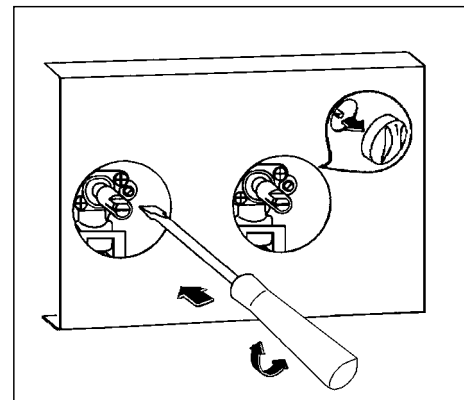

fig.11
4. Dévissez ou vissez la vis pointeau (qui se trouve à droite de l'axe du robinet fig. 11) jusqu'à l'obtention d'une flamme très courte mais stable pour le gaz naturel. Pour le gaz butane - propane, vissez totalement la vis dans le sens des aiguilles d'une montre.
4. Dévissez la vis pointeau (fig. 11) d'environ 3 tours.